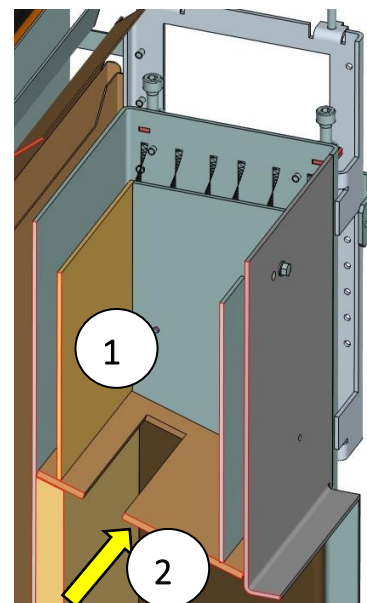

Fig. 52 : compartiment des cendres en haut
5. Nettoyez l'espace au-dessus du déflecteur de cendres volantes (Fig. 52 pos. 1). D'importantes quantités de cendres volantes se déposent à cet endroit.
Remplacez le déflecteur (Fig. 52 pos. 2) en cas de besoin (retrait important / dommages / usure).